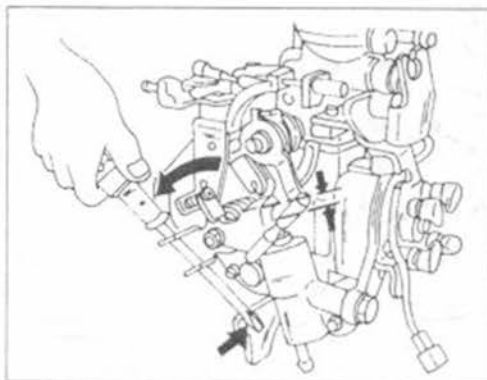

Рис.150.
- Вставить отвертку, как показано на рис.150, и отодвинуть устройство для облегчения пуска холодного двигателя.